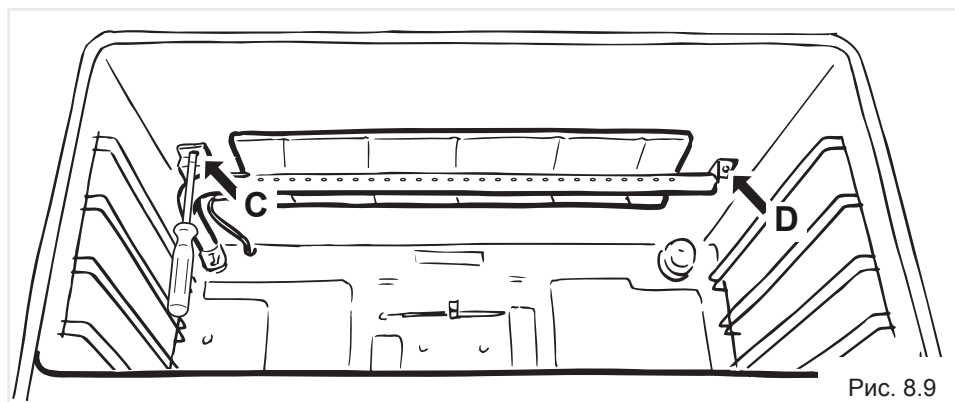

Рис. 8.9
- Открутите винт «С» фиксирующий горелку (Рис. 8.9).
- Ослабьте винт D (рис.8.9)